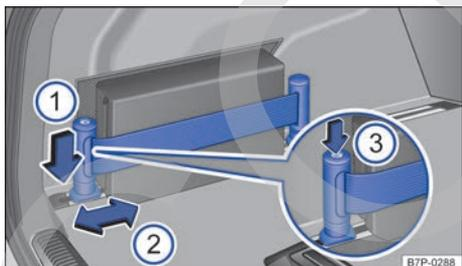

Fig. 210 En el lado izquierdo del maletero: cinta de sujeción.
- Presione el soporte hacia abajo → fig. 210 ① y desplácelo al mismo tiempo hacia la posición deseada ②.
- Presione el botón del soporte → fig. 210 ③ para tensar la cinta.